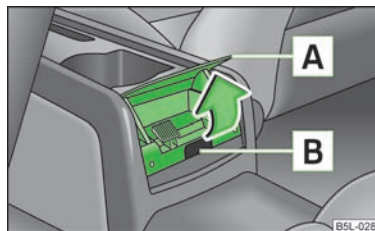

Fig. 67
- Coger la tapa del cenicero por el borde **A** y abrirla en el sentido de la flecha » fig. 67.